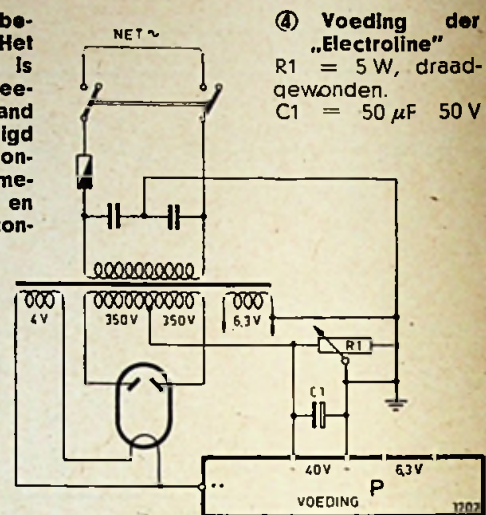

Fig. 4
③ Het regelchassis behorende bij fig. 4. Het gestippelde gedeelte is eerst nodig bij de tweede uitbreiding. In verband met de ruimte, benodigd ter aanbrenging der onderdelen (schuifpotmeter, draadgewonden, en grote electrolytische condensator, is het raadzaam er nu reeds rekening mee te houden als deze tweede uitbreiding in het voornemen van de bouwer ligt.